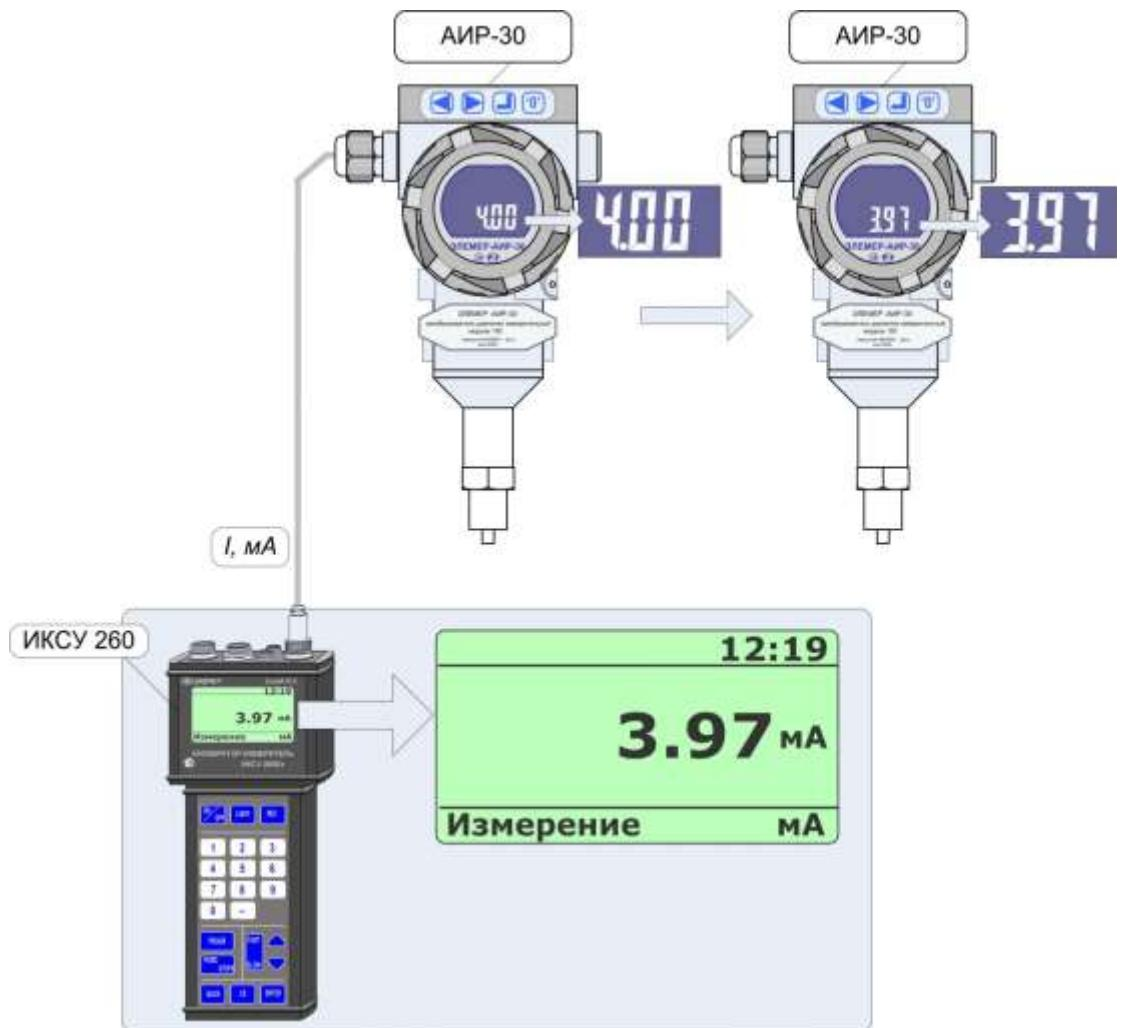

Рисунок 2.22
- используя кнопки «» и «» установить на индикаторе АИР-30 значение силы тока, показываемое ИКСУ-260 (либо другим измерителем тока), и нажать кнопку «» (см. рисунок 2.22);